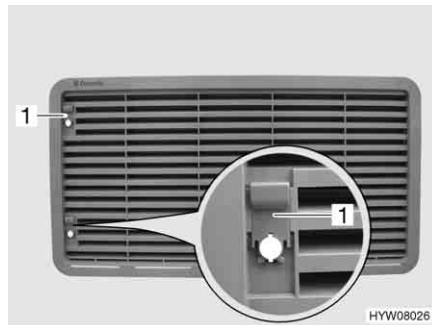

Fig. 139 Griglia di aerazione del frigorifero (con cursore)
- Spingere il cursore (Fig. 139,1) verso l'alto.